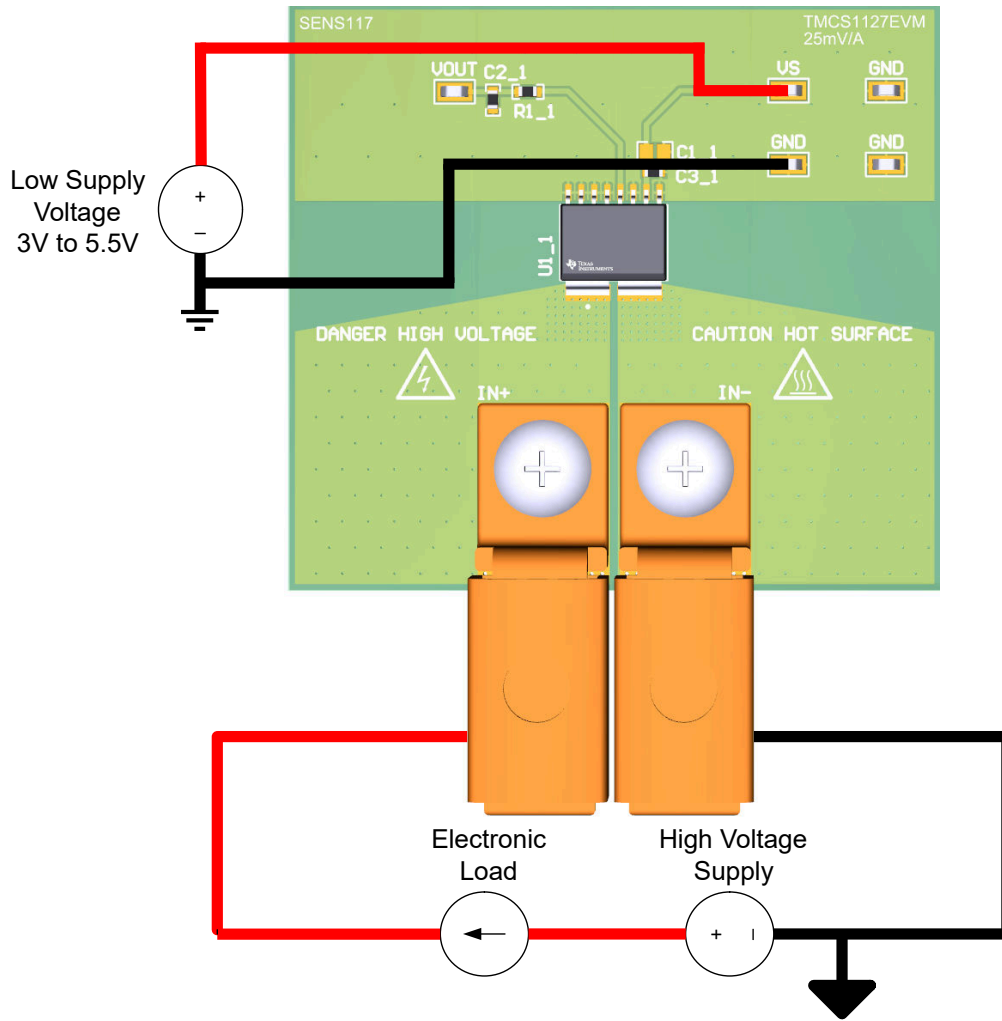

图 1-1. 用于增强型隔离的低侧正向电流设置
以下是用以设置和使用 **TMCS1127xEVM** 的说明。**图 1-1** 所示为 A1 (25mV/A) 灵敏度型号上的简单低侧设置示例。此器件可提供隔离，外部电源按“高电压” (HV) (对于负载) 和“低电压” (LV) (对于 DUT 电源) 加以区分。HV 电源可以隔离，并具有与 LV 电源不同的电位。
1. 如图 1-1 所示，对于低侧测量，请将电子负载正极输入端子连接到能够提供所需最大负载电流的电源正极端子。对于高侧测量，请将电子负载正极输入端子连接到 EVM 的负载源端子 (IN+ 或 IN-)。对于正向电流的高侧测量，IN- 源到电子负载；对于反向电流，IN+ 源到负载。